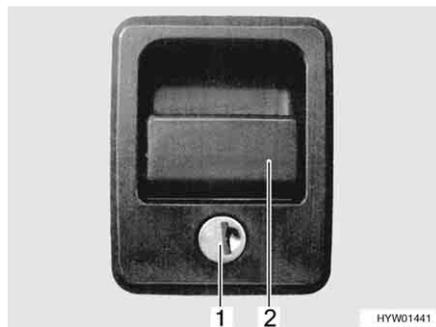

Fig. 45 Cerradura de la trampa con tirador concha
- Introducir la llave en el cilindro de cierre (Fig. 45,1) y girarla un cuarto de vuelta. La cerradura de la trampa está desbloqueada.
- Tirar del asidero de la cerradura (Fig. 45,2). La trampa exterior está abierta.